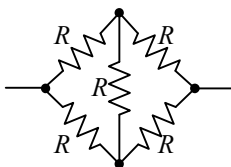

図2-2 ブリッジ回路
(1) 図2-2のブリッジ回路の合成抵抗を測定しなさい。結果は表2-2に記入すること。抵抗値は全て同じ値とし、2-1で使った抵抗と同じ値を使用すること。